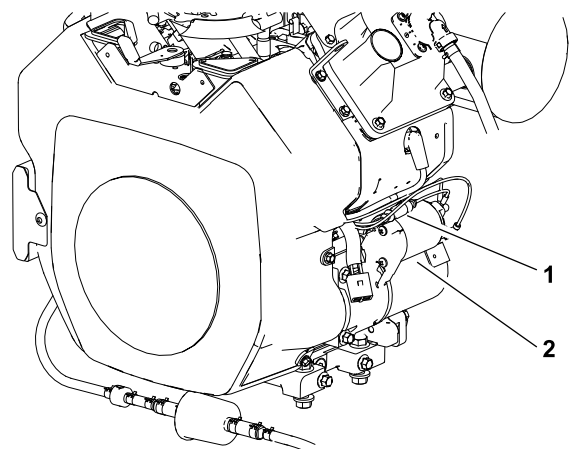

Figure 41
2. Près du démarreur, séparez les deux moitiés du porte-fusibles en ligne du faisceau du moteur (Figure 41).
5. Assemblez les moitiés du porte-fusibles (Figure 41).